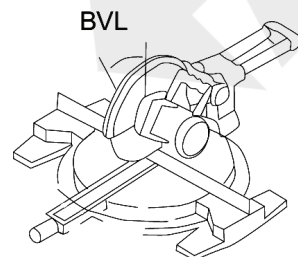

Fig.7
---Ajuste el valor BLV en la máquina de corte para realizar un corte oblicuo longitudinal(Fig.7)